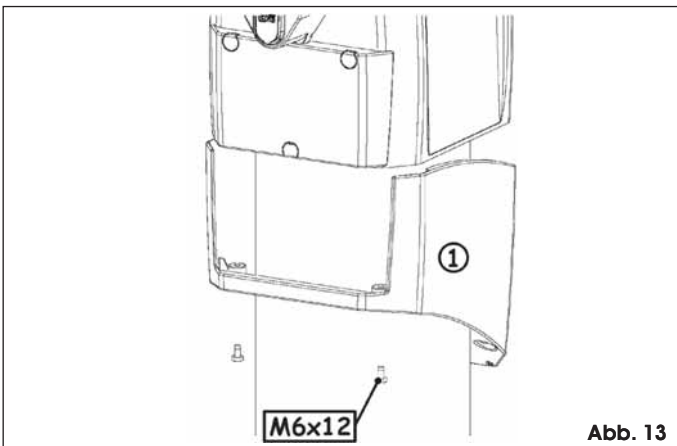

Abb. 13
6. Die untere Schutzabdeckung positionieren, Abb. 13 Bez. ①, und mit Hilfe der vier im Lieferumfang enthaltenen Schrauben fixieren.